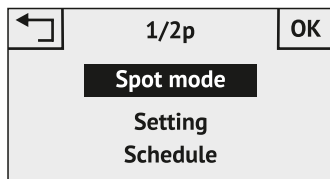

Рис. 4
4. Нажмите кнопку **OK** для входа в меню, см. рис. 4.